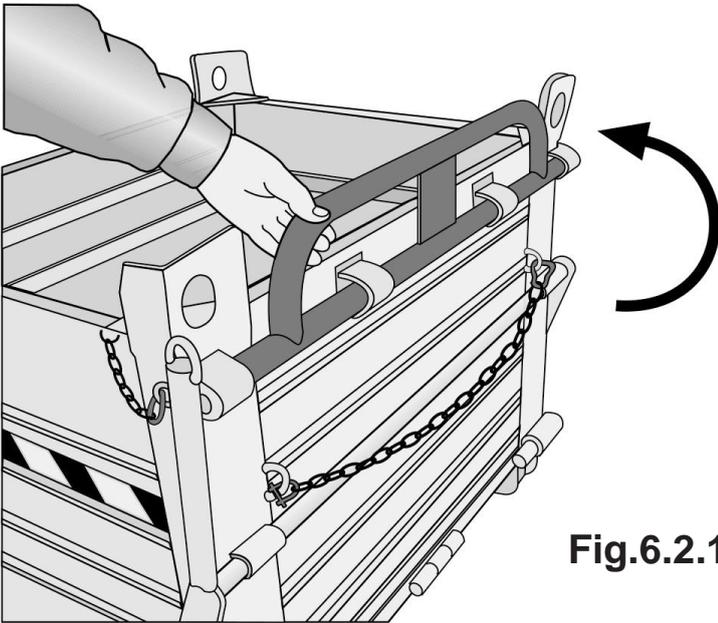

Fig.6.2.1 Levanta las asas del tenedor
- 6.2.1 Levante las asas de inserción (**fig. 6.2.1**).